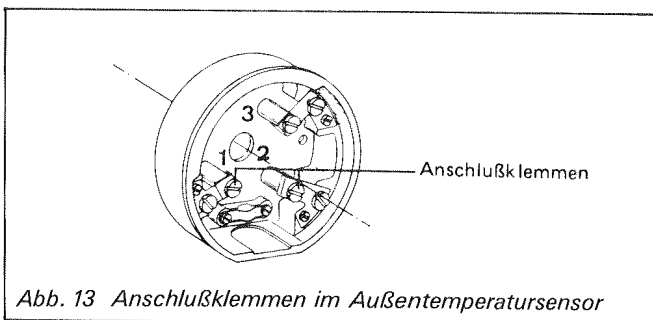

Abb. 13 Anschlußklemmen im Außentemperatursensor
4. Anschlußkabel an die Klemmen „1“ und „2“ anschließen (Abb. 13).